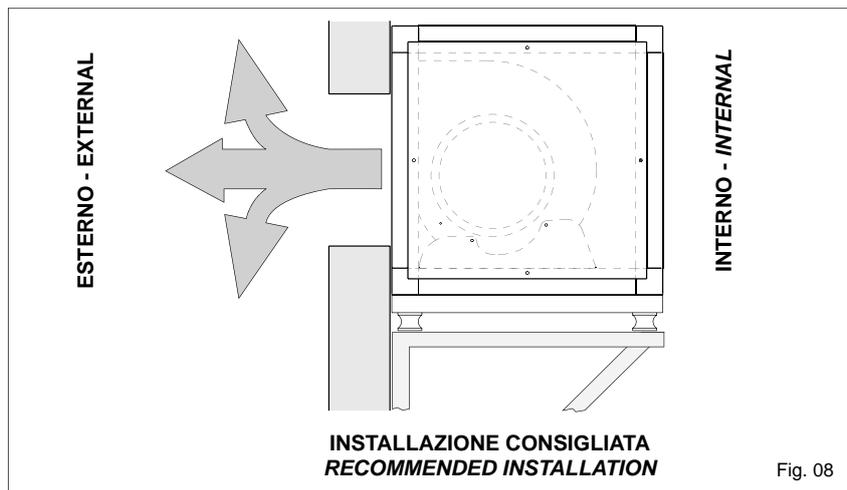

Fig. 08
3) Installazione all'interno dell'edificio con staffe di supporto ammortizzate (fig. 08).
3) Indoor installation with shock-absorbing mounting brackets (Fig. 08).